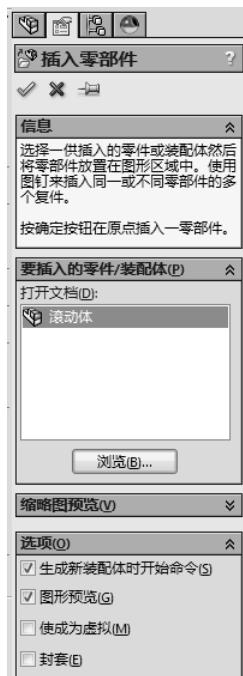

图 7-103 设置插入零部件操控板
- [1] 单击装配体工具栏上的【插入零部件】按钮，出现插入零部件操控板，单击【浏览】打开现有文件滚动体，设置插入零部件操控板，如图 7-103 所示。